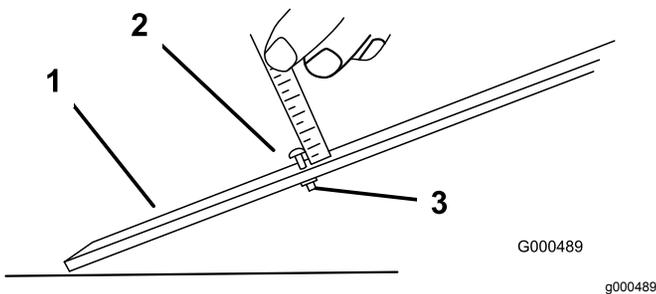

Bild 11
1. Lösen Sie die Mutter an der Messlehre und stellen Sie die Einstellschraube auf die gewünschte Schnitthöhe ein (Bild 11).